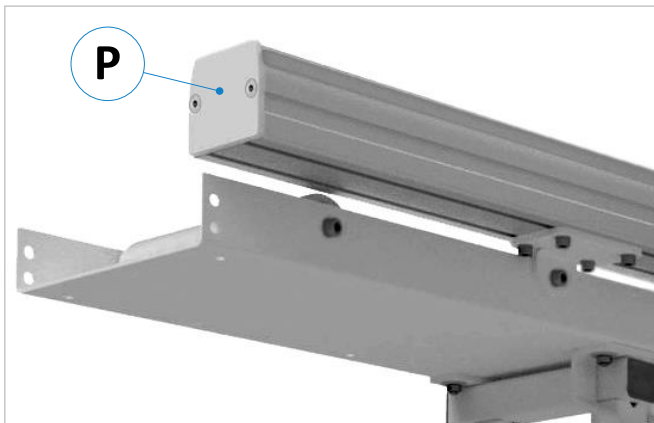

Figure 10 : monter les plaques d'extrémité
1. Retirez l'une des deux plaques d'extrémité (voir ⇒ Figure 10) afin d'avoir accès à la section transversale du profilé et nettoyez les arêtes de guidage sur toute la longueur avec un produit dégraissant.